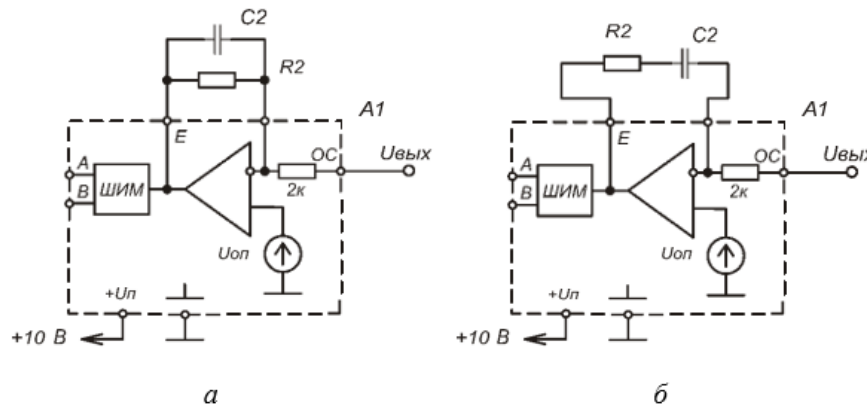

Рис. 5.2
- 3.5. Установите последовательно с резистором  $R2=10\text{кОм}$ , конденсатор  $C2=0.5\text{мкФ}$ . Снимите зависимость  $U_{\text{Н}} = f(U_{\text{ВХ}})$ . (см. рис.5.2б)
- 3.6. Уберите последовательный конденсатор  $C2$  и включите его параллельно резистору  $R2$ . Снимите осциллограммы  $i_L$  и  $U_{\text{Н}}$  (осциллограмму тока дросселя снять качественно, по огибающим линиям). (см. рис.5.2а)